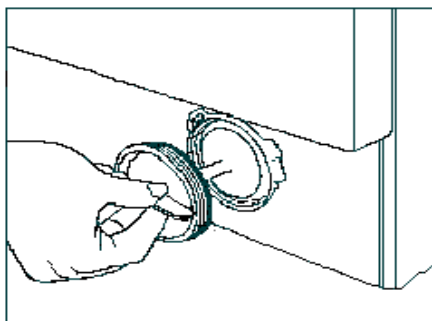

Fig. 13
- ? Dévissez le filtre en tournant dans le sens inverse des aiguilles d'une montre et vidangez (Fig.13).